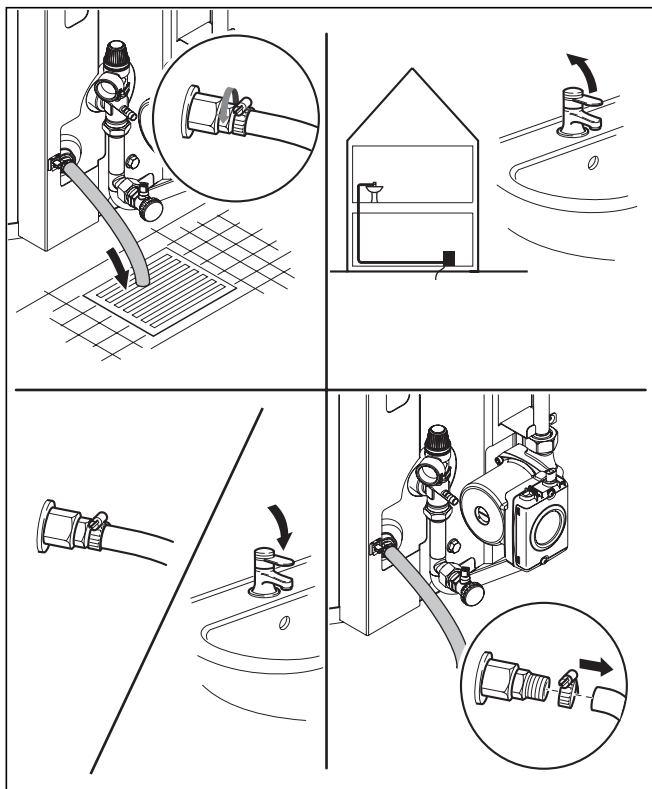

Fig. 4.8 Vidange du ballon
- Fixez un tuyau adéquat à la soupape de vidange du ballon (Fig.4.8).